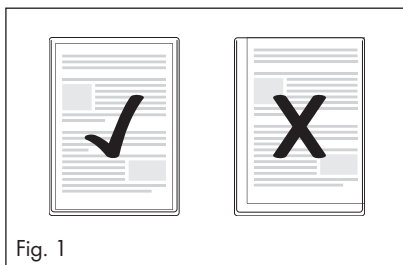

Fig. 1
- ▶ Asigurați-vă că toate marginile documentului au un spațiu de cel puțin doi mm de la marginea foliei, după cum este prezentat în fig. 1.